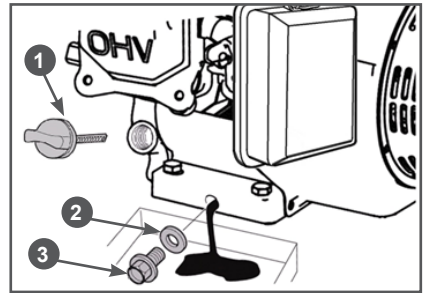

Рис. 11 Замена масла в двигателе
2. Очистите от загрязнений зону вокруг маслозаливной горловины. Извлеките крышку-щуп 1 из маслозаливной горловины и протрите щуп чистой ветошью (Рис. 11).
3. Открутите пробку 3 для слива масла и слейте отработанное масло в подготовленную для этого емкость (Рис. 11).